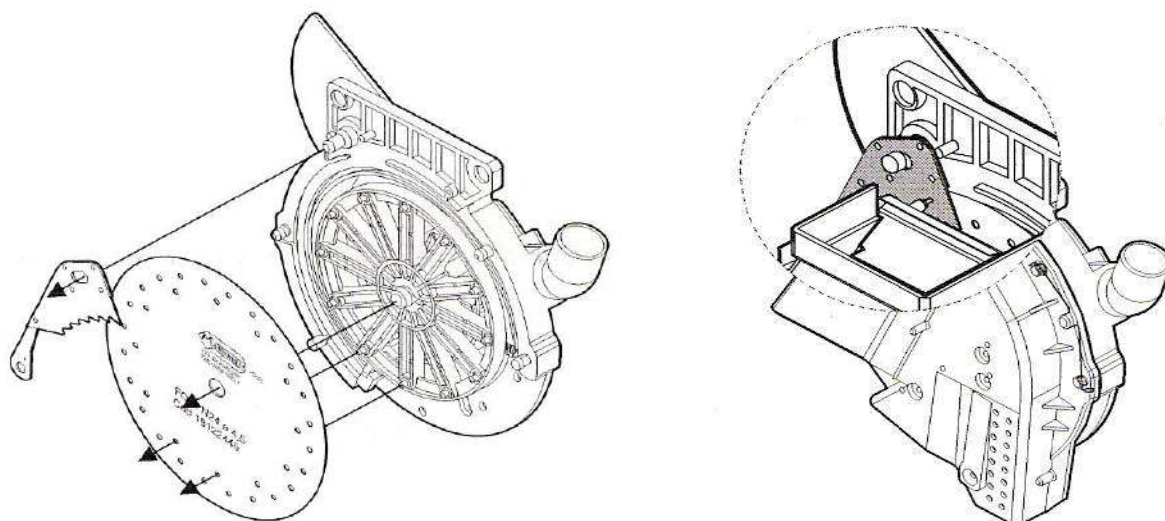

FIGURA 7.2
El disco debe ser montado sobre el carrusel de distribución con la cara que tiene las especificaciones (código, número y diámetro de agujeros) del mismo hacia afuera. Ver figura 7.2.
- Colocar la tolva verificando que el cilindro haga presión en el rizador como se indica en el detalle de la figura 7.2